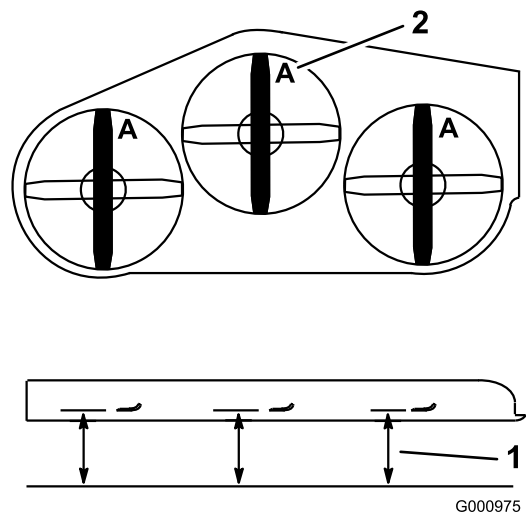

Figure 93
3. Tournez les lames dans le sens longitudinal (**Figure 93**).
4. Mesurez la distance entre la surface plane et le tranchant (position **A**) des lames (**Figure 93**).